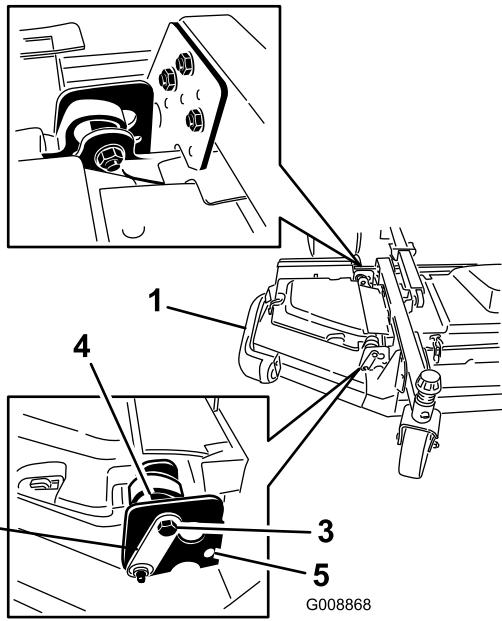

Figura 7
- Afloje los pernos y las tuercas que sujetan los dos espaciadores excéntricos a las alas (Figura 7).
- Gire el excéntrico trasero (el más cercano a la unidad de tracción) hasta que la punta exterior de la cuchilla esté aproximadamente 3 mm más alta que la altura de corte deseada (Figura 7).